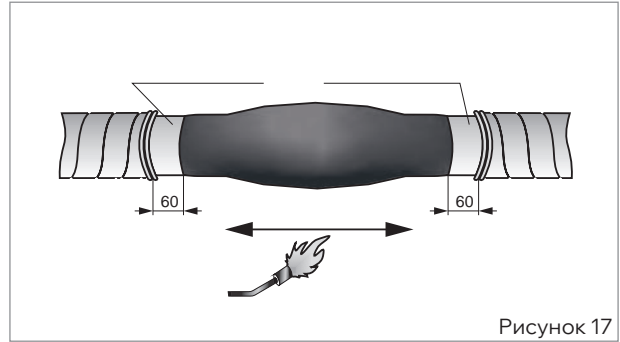

Рисунок 17
- Расстояние от среза брони (защитного покрова) кабеля до торца трубки должно составлять по 60 мм. При необходимости обрезать трубку до получения требуемого размера ступени оболочки кабеля (рис. 17).